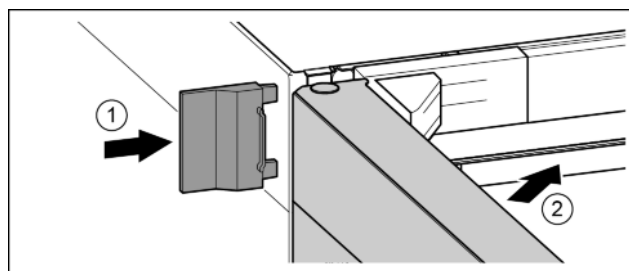

Fig. 25
- ▶ Надвинуть внешнюю крышку. Fig. 25 (1)
- ▶ Закройте верхнюю дверь. Fig. 25 (2)